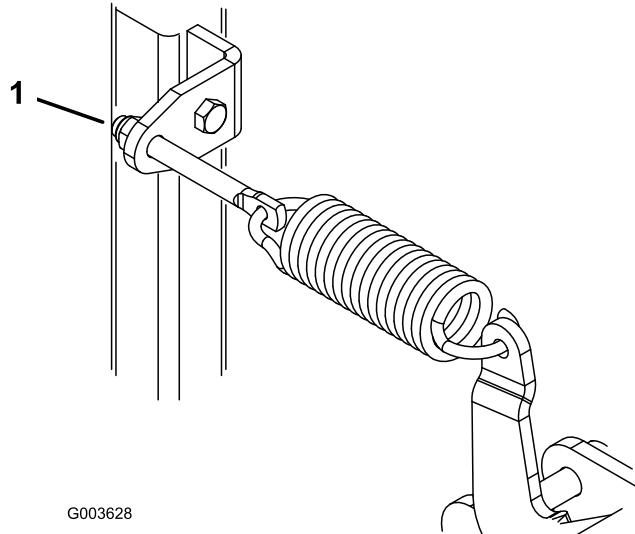

Figura 8
2. Ruotate i dadi di regolazione delle molle (Figura 8) in senso orario per sollevare la lama, in senso antiorario per abbassarla.